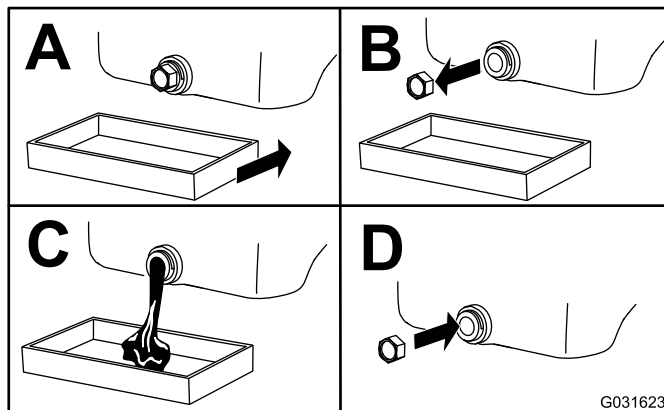

Figure 50
3. Vidangez l'huile moteur, comme montré à la Figure 50.